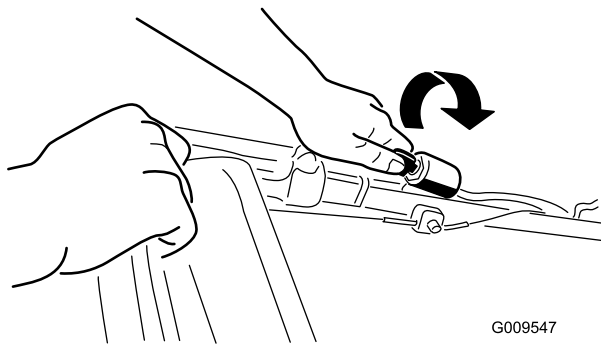
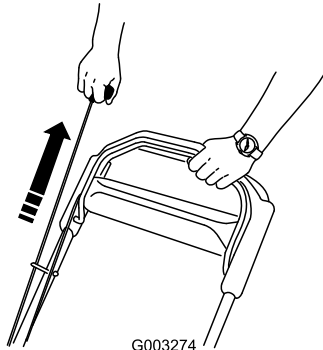

Figura 14
Figura 15
2. Girate la chiave di accensione (Figura 14) o tirate l'avviatore autoavvolgente (Figura 15).
**Nota:** Quando utilizzate l'avviatore autoavvolgente, tiratelo leggermente fino ad avvertire una certa resistenza, poi date uno strappo (Figura 15). Lasciate che il cordino si riavvolga nell'avviatore lentamente.